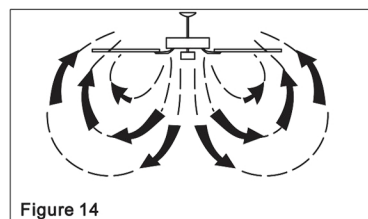

Figure 14
**Temps chaud** – (Avant) Un flux d'air dirigé vers le bas crée un effet de refroidissement, comme l'illustre la figure 14. Cela vous permet de régler votre climatiseur à une température plus élevée sans compromettre votre confort.